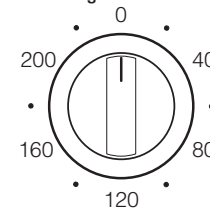

Abb. 7
- Mit dem Thermostatkopf können Sie die Friteuse von 40 - 200 °C einstellen (Abb. 7). Sie ist mit einer maximalen Begrenzung versehen und somit gegen zu hohe Temperaturen abgesichert.